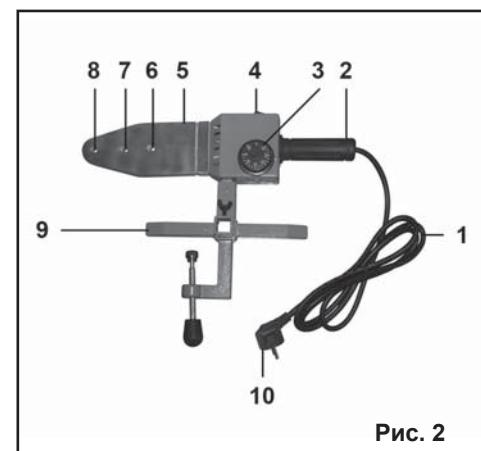

Рис. 2
## 5. УСТРОЙСТВО (Рис. 2)
### **8. СБОРКА И ПОДГОТОВКА К РАБОТЕ (Рис. 2)**
8.2. Из индивидуального ящика извлеките аппарат АСП, установите и закрепите его в гнезде струбцины (9), как показано на Рис.2.